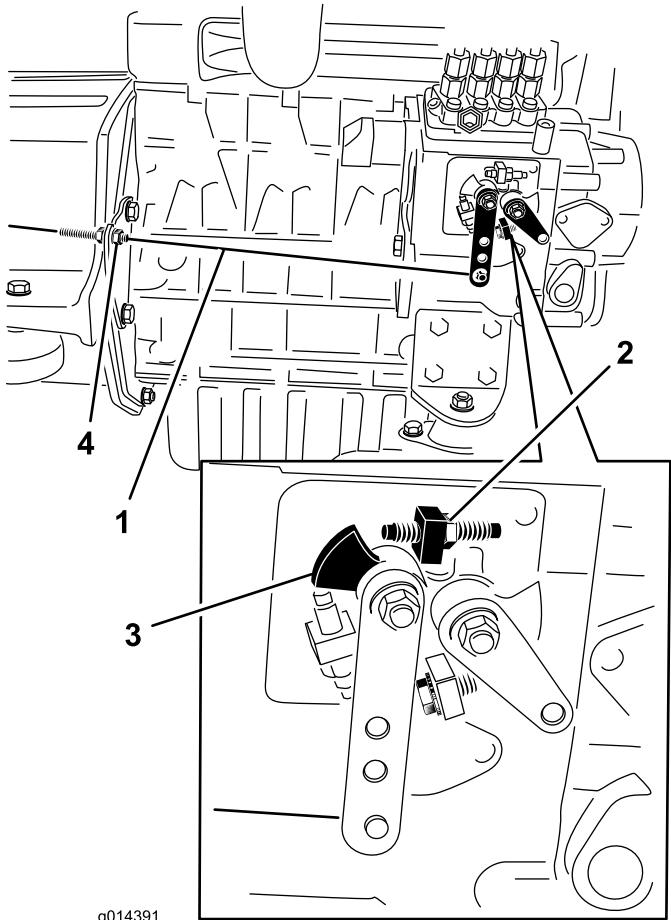

Рисунок 46
- Проверьте положение рычага переключения скоростного диапазона на топливном насосе. Когда рычаг дроссельной заслонки находится в положении FAST (фиксированном), рычаг переключения скоростного диапазона должен касаться винта высоких оборотов (Рисунок 46).
- При необходимости положение зажимных гаек тросика дроссельной заслонки можно отрегулировать так, чтобы рычаг переключения скоростного диапазона касался винта высоких оборотов, когда рычаг дроссельной заслонки находится в положении FAST (фиксированном) (Рисунок 46).